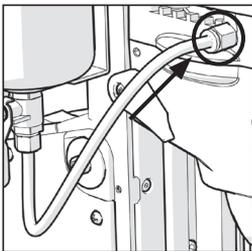

Fig. 3a
**Uwaga:** Aby zwolnić rurę podającą z szybkoślącza **(Rys. 3a)**, należy pchnąć kołnierz w stronę złącza z mosiądzu i cofnąć rurę.